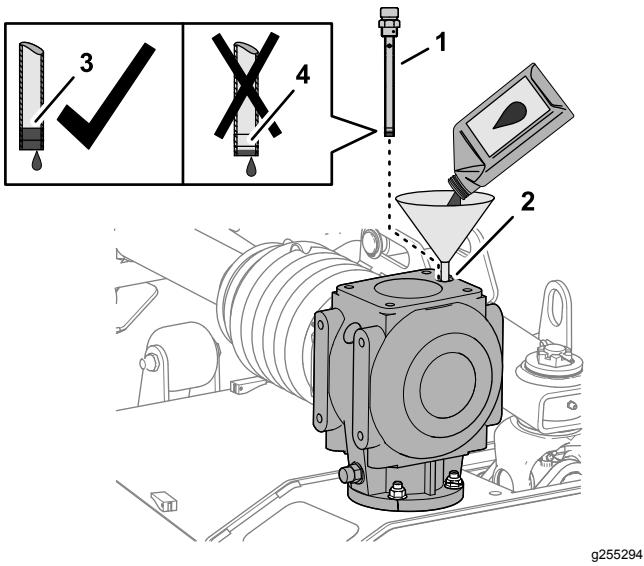

Bild 63
1. Geben Sie 1,064 l des angegebenen Getriebeöls über die Peilstaböffnung in das Getriebe (Bild 63).
2. Schrauben Sie den Peilstab in die Einfüllöffnung ein, schrauben Sie den Peilstab wieder heraus und überprüfen Sie den Schmierstofffüllstand (Bild 63).
4. Führen Sie den Peilstab in die Einfüllöffnung ein und schrauben Sie den Peilstab (Bild 63) fest.